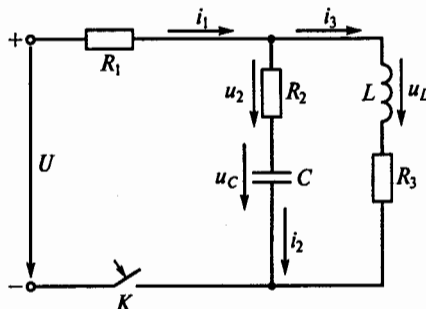

Рис. 148
**4.16.Р.** Каковы будут начальные значения токов  $i_1$ ,  $i_2$  и  $i_3$  и напряжений  $u_2$  и  $u_L$  в цепи на рис. 148 после замыкания ключа  $K$ ? (Указать неправильный ответ.)
**4.17.** Каковы будут установившиеся значения токов  $i_1$ ,  $i_2$  и  $i_3$  и напряжений  $u_C$ ,  $u_L$  после замыкания ключа  $K$  в цепи на рис. 148? (Указать неправильный ответ.)